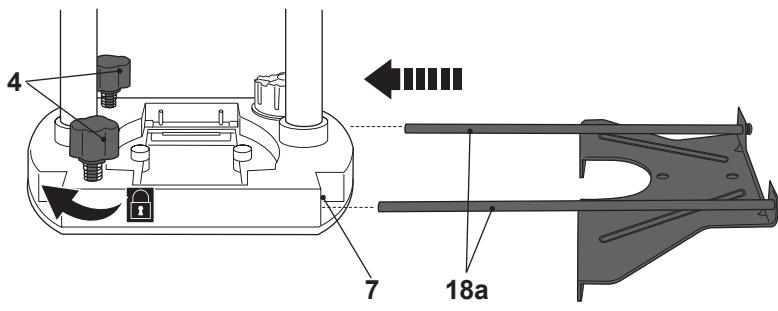

Fig. 8
- > Glisaţi capetele deschise ale tijelor (18a) prin orificiile de la bază (7) (Fig. 8).